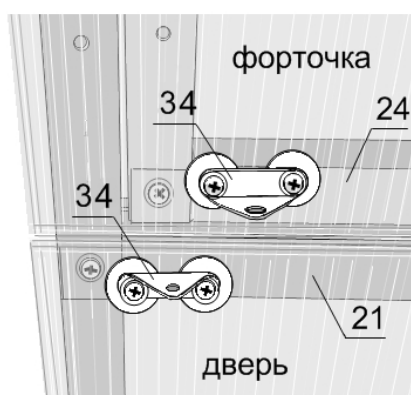

Рис. 18
3.6.1. На поперечине двери № 21 и поперечине форточка №24 закрепите саморезами уголки №34 , подложив под уголки оцинкованные шайбы (рис. 18).